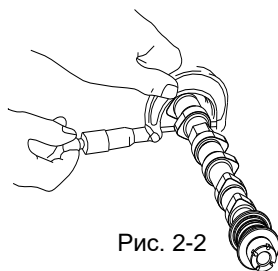

Рис. 2-2
3. Проверьте износ кулачков распределительного вала: измерьте высоту профиля кулачков с помощью микрометра, как показано на рис. 2-2. Если измеренная высота профиля меньше предельно допустимой, замените распределительный вал.